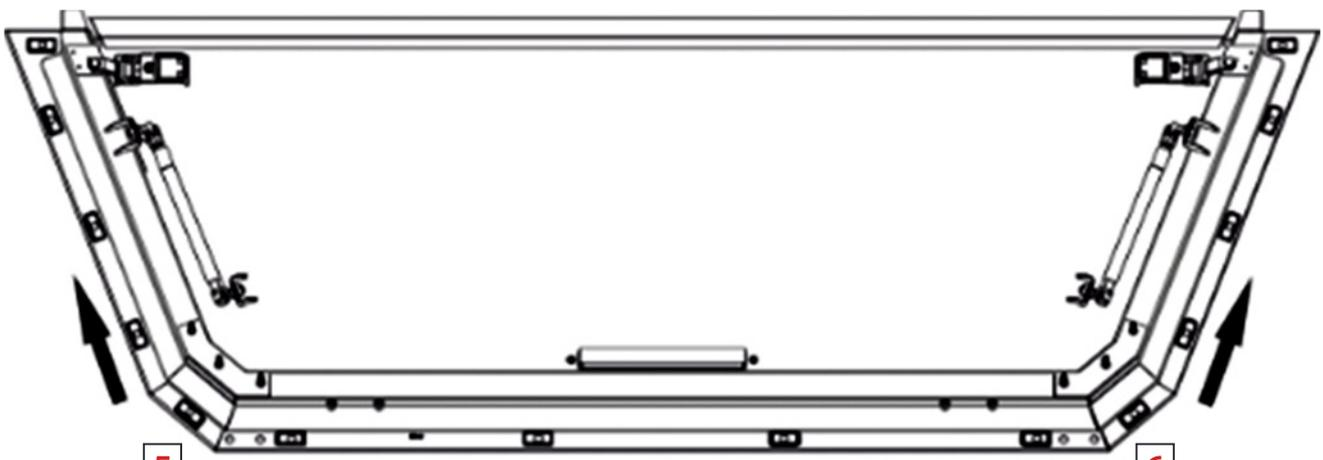

Abbildung 7
3. Befestigen Sie alle weiteren Befestigungsblöcke in der Reihenfolge von Abbildung 7 .